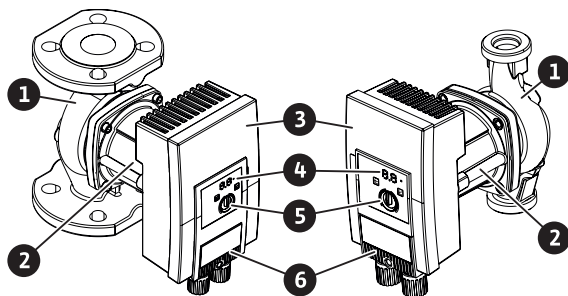

Fig. 1: Panoramica pompa
Sul corpo motore si trova un modulo di regolazione (Fig. 1, pos. 3) che regola la pompa e fornisce un'interfaccia SSM. In base al tipo di applicazione o funzione di regolazione, sono regolati la velocità di rotazione o la pressione differenziale. In tutte le funzioni di regolazione della pressione differenziale, la pompa si adatta costantemente alle variazioni del fabbisogno di potenza dell'impianto.